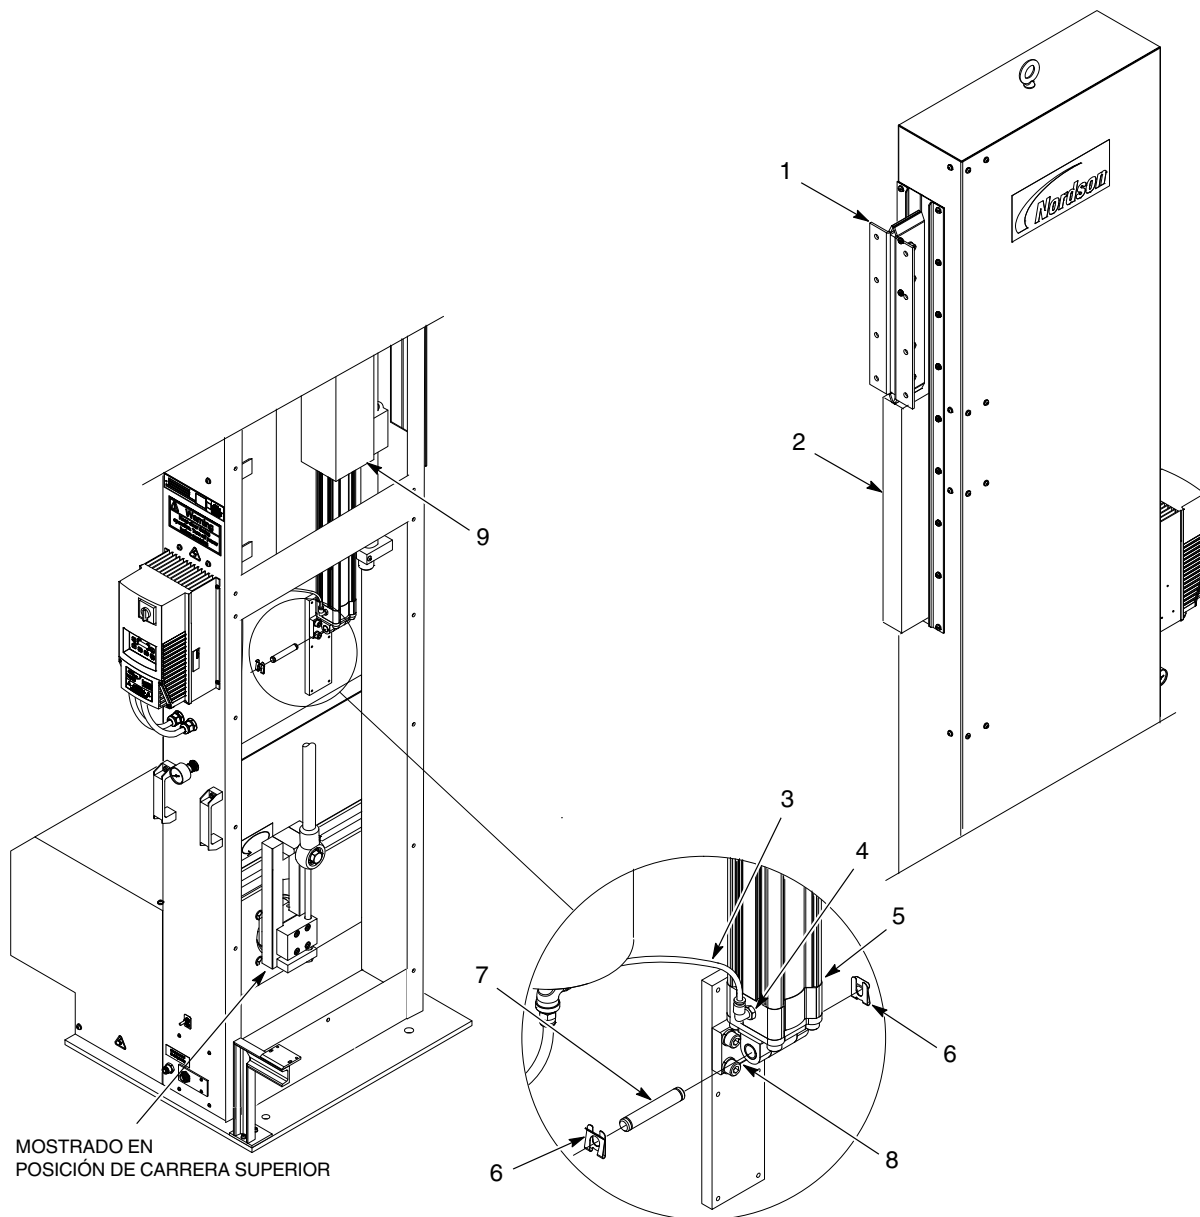

Figura 19 Instalar el cilindro neumático
1. Ver la figura 19. Desplazar el carro de pistolas (1) a la parte superior de la posición de carrera. Utilizar un bloque (2) tal y como se muestra para fijar el carro de pistolas (1).
2. Instalar el cilindro neumático en el tubo de montaje del conjunto de cojinete (9). Fijar el cilindro neumático utilizando el pasador (7) y las abrazaderas (6).
3. Conectar la línea de aire (3) al racor del cilindro neumático (4).
8. Ver la figura 19. Desplazar el carro de pistolas (1) a la posición de carrera inferior extrayendo con cuidado el bloque (2). El carro de pistolas debería desplazarse hacia abajo.